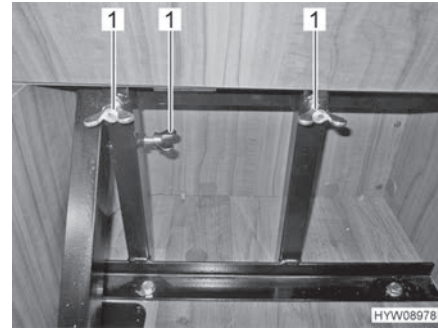

Bild 36 Stecksitz mit Flügelmuttern sichern
- Stecksitz mit Flügelmuttern (Bild 36,1) sichern.